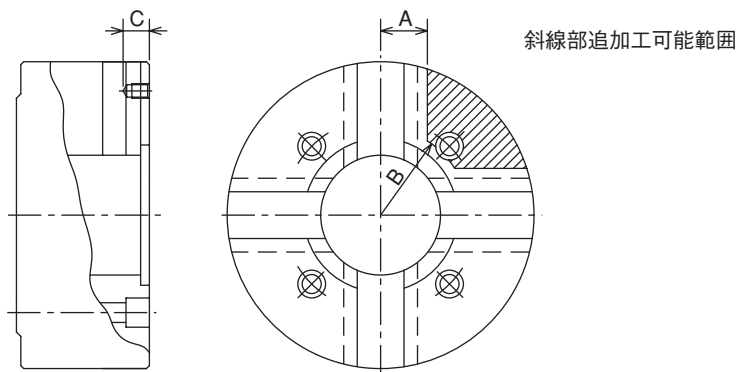

図 14
- ・チャックボデー表面にロケータや治具を取り付ける場合は、図14に示す追加加工範囲内にタップまたは穴明けを行ってください。